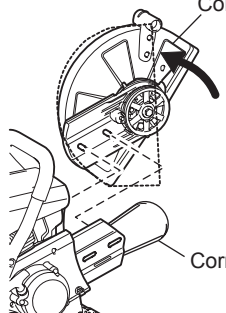

Fig. 2
- Gire a cobertura até a posição da linha quebrada. Remova a correia V e depois remova o acessório de corte da Cortadora a Gasolina. Reposicione o punho. (Fig. 2)